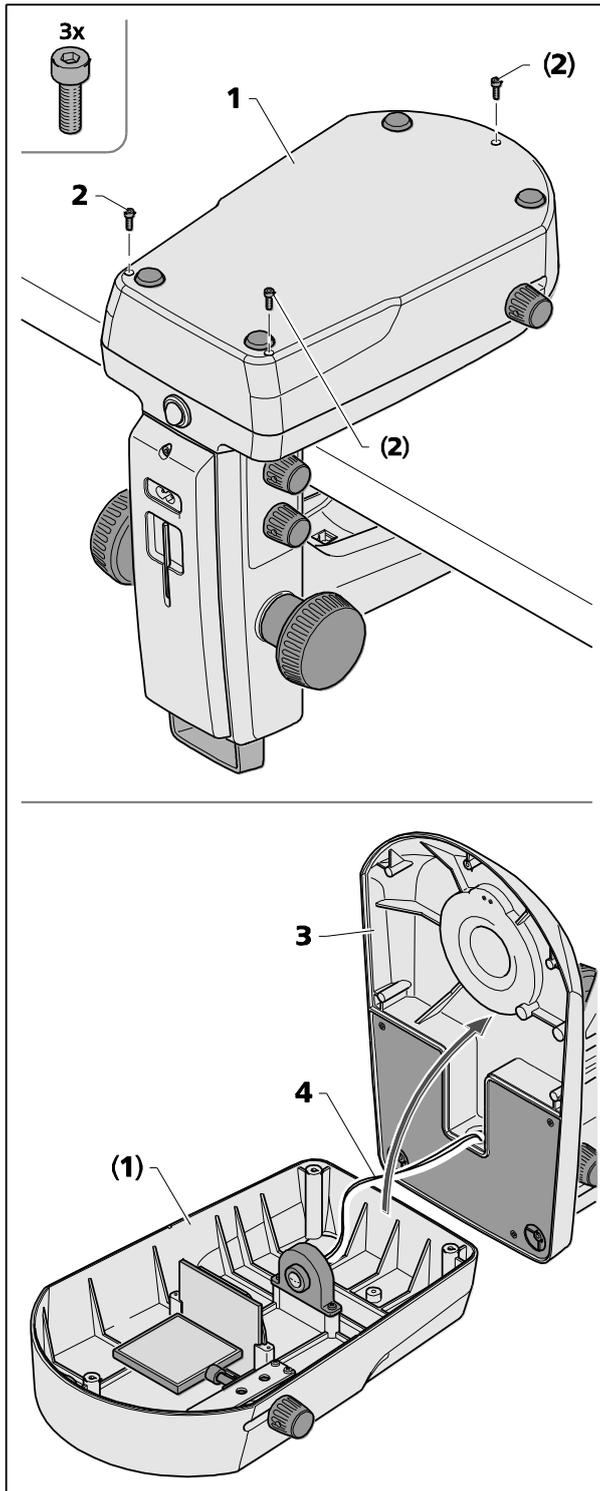

Fig. 29 Ouverture du capot du boîtier du statif, statif K LAB
Il est possible de retirer le support de lumière transmise (Fig. 29/1) du capot du boîtier du statif (Fig. 29/3) pour procéder au nettoyage ou à l'élimination de tout corps étranger qui pourrait être tombé par inadvertance.
- Desserrer les trois vis (Fig. 29/2) du capot du couvercle du statif (Fig. 29/1) à l'aide d'une clé Allen SW 2,5 et le mettre de côté.
- Soulever avec précaution le capot du boîtier du statif (Fig. 29/3) du support de lumière transmise (Fig. 29/1) et mettre le statif de côté.
☞ S'assurer que le câble (Fig. 29/4) n'est pas débranché du support de lumière transmise (Fig. 29/1).